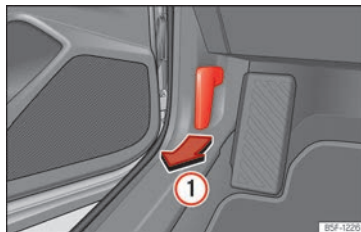

Abb. 229 Entriegelungshebel im Fahrerfußraum.
- Öffnen Sie die Tür und ziehen Sie an dem Hebel unterhalb der Schalttafel » » » **(Abb. 229) 1**.